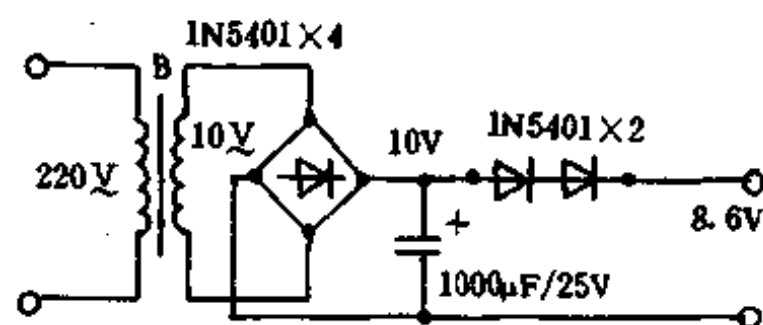

图 3-1
(1)整流器输出电压偏高:多数机子如终结者、小天才等,其外接电源电压空载时为 15V 左右,工作时 10~11V,这样就有 5V 左右的电压降在 7805 上,虽然这是 7805 所允许的参数,但在实际工作中,7805 的功耗较大,温度较高,严重地影响了游戏机的正常工作。例如有的机型元件拥挤,7805 离射频盒较近,其散热常造成视频或音频频率偏移,导致游戏机画面不稳、图像不清、声音沙哑、失真等现象,另外某些 7805 质量不高,工作过程中温度过高,自身参数性能发生变化,使 5V 输出电压不稳,导致画面异常。最简单的解决办法,就是在整流二极管的输出端串 2~3 只 1N5400 系列整流二极管来降压(如图 3-1 所示),实测外接电压在 8V 左右就能正常工作。
的整流二极管选用 1N4000 系列,虽然工作电流、电压在极限参数以内,但长时间工作热稳定性变差,易造成输出电压中纹波电压偏高,导致画面翻滚等故障,因此建议改用 1N53 或 1N54T 系列的二极管(如图 3-1 所示)。
(3)电源滤波电容耐压值过低:多数整流器采用  $1000\mu\text{F}/10\text{V}$  的电容作为整流后的滤波电容。整流器输出端电压在空载时为 15V 左右,一旦市电超过 220V,就会造成输出端的空载电压超过 16V。笔者曾修过这样的故障,即电容体积膨胀,虽未炸裂,但已严重地改变了电容的参数,造成纹波电压升高,主机不能正常工作,这便是由于电容耐压不足造成的,换上耐压为  $680\mu\text{F}/25\text{V}$  或  $1000\mu\text{F}/25\text{V}$  电容后(如图 3-1 所示)故障便消失了。